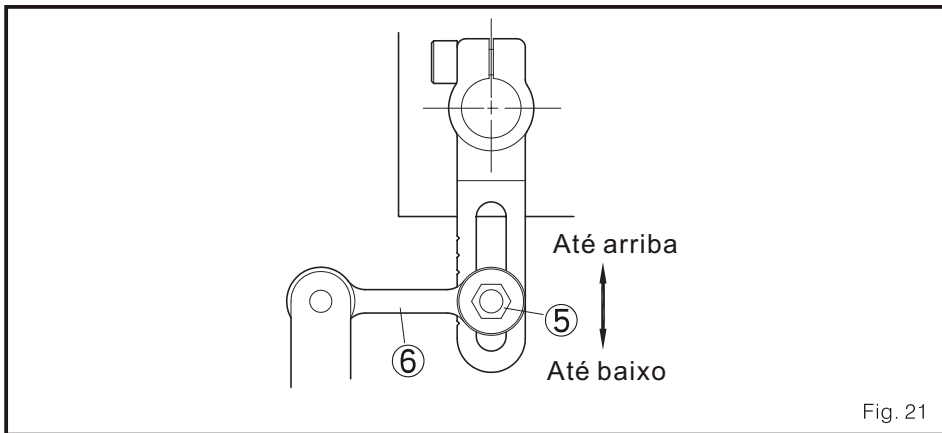

Fig. 21
4. Para ajustes menores, solte o parafuso 5 e mova a barra conector 6 para cima e para baixo para ter um resultado querido. Mover até cima aumentando a quantidade subministrada. Mover até baixa diminuirá a quantidade subministrada. (Fig. 21)